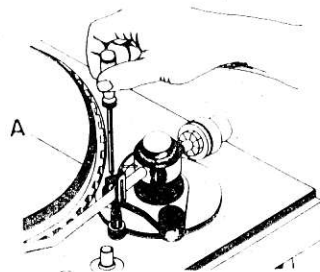

FIG. 2 — A regulagem da altura do braço é feita através de um parafuso (A) localizado junto à base da suspensão.
A altura do braço é ajustável por meio de um parafuso (A) localizado junto à base do mesmo (ver Fig. 2), devendo esta regu-